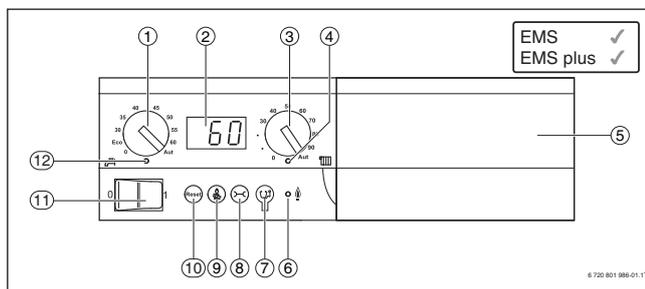

Bild 14 Anzeigen und Bedienelemente des Basiscontrollers Logamatic BC10 (z. B. Logamax plus GB162)
Der Basiscontroller Logamatic BC10 (→ Bild 14) ist die Grundbedieneinheit des Logamax plus GB162.
Der Logamatic BC10 enthält alle erforderlichen Elemente zur Bedienung der Heizungsanlage. Außerdem befindet sich am Logamatic BC10 ein Steckplatz für die Bedieneinheit RC300 (→ Bild 14, [5]), mit der weitere Funktionen einer komfortablen Regelung zur Verfügung stehen. Der BC10 verfügt über eine Bus-Schnittstelle EMS, über die er mit dem Regelsystem EMS plus kommuniziert.
- Warmwasser-Temperatureinstellung (→ Bild 14, [1], Seite 41)
- Statusanzeige und Störungsdiagnose in einem LC-Display (→ Bild 14, [2], Seite 41)
Der Notbetrieb wird aktiviert (nur für den Heizbetrieb), indem die Taste „Schornsteinfeger“ länger als 8 s gedrückt wird (→ Bild 14, [9], Seite 41). Der aktivierte Notbetrieb wird durch Blinken des letzten Dezimalpunkts angezeigt. Die eingestellte Kesseltemperatur wird permanent gefahren.
- Kesselwasser-Temperaturbegrenzung (→ Bild 14, [3], Seite 41)
- LED-Anzeige „Wärmeanforderung Warmwasser und Heizung“ (→ Bild 14, [4], Seite 41)
- LED-Anzeige „Brennerbetrieb“ (→ Bild 14, [6], Seite 41)
- Anschlussbuchse für Diagnosestecker zur Anbindung eines Laptops (→ Bild 14, [7], Seite 41)
- Taste „Statusanzeige“ zum Umschalten des Displays auf unterschiedliche Funktionen (→ Bild 14, [8], Seite 41)
- Taste „Schornsteinfeger“ für Abgastest und Handbetrieb (→ Bild 14, [9], Seite 41)
- Taste „Reset“ zur Entstörung des Brenners bei verriegelnden Störungen (→ Bild 14, [10], Seite 41)
- Ein- und Ausschalten des Kessels und aller im Kessel eingebauten Module über einen Hauptschalter (→ Bild 14, [11], Seite 41)
- LED-Anzeige „Warmwasserbereitung“ (→ Bild 14, [12], Seite 41)